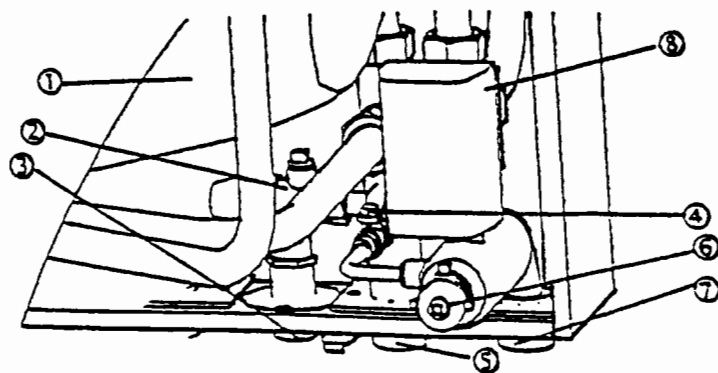

Fig. 7
I anlæg, hvor flowet kan komme under 800 l/time, skal by-passventilen pos. 4 fig. 7, justeres.